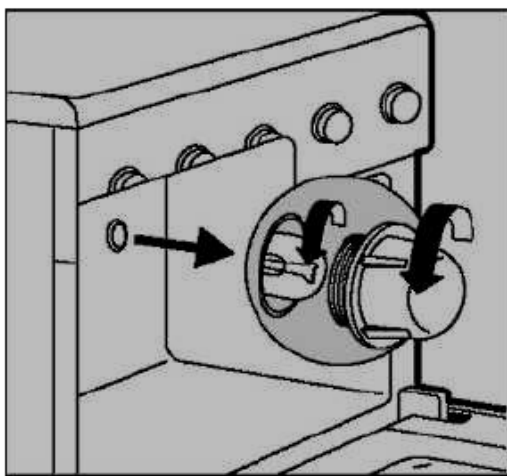

Рисунок 12 – Замена лампочки духовки
Надежный контакт в местах соединений обеспечивается соосным соединением деталей на резьбе, отсутствием “подзаклинивания” при завинчивании и выполнением требований по величине момента затяжки (1,5...2 Н·м (0,15...0,2 кг·м)). Рабочий конец термопары необходимо установить согласно рис.12. При необходимости зазор отрегулировать подгибкой кронштейна.
4.6 Замена лампы освещения духовки (см. рис.12)